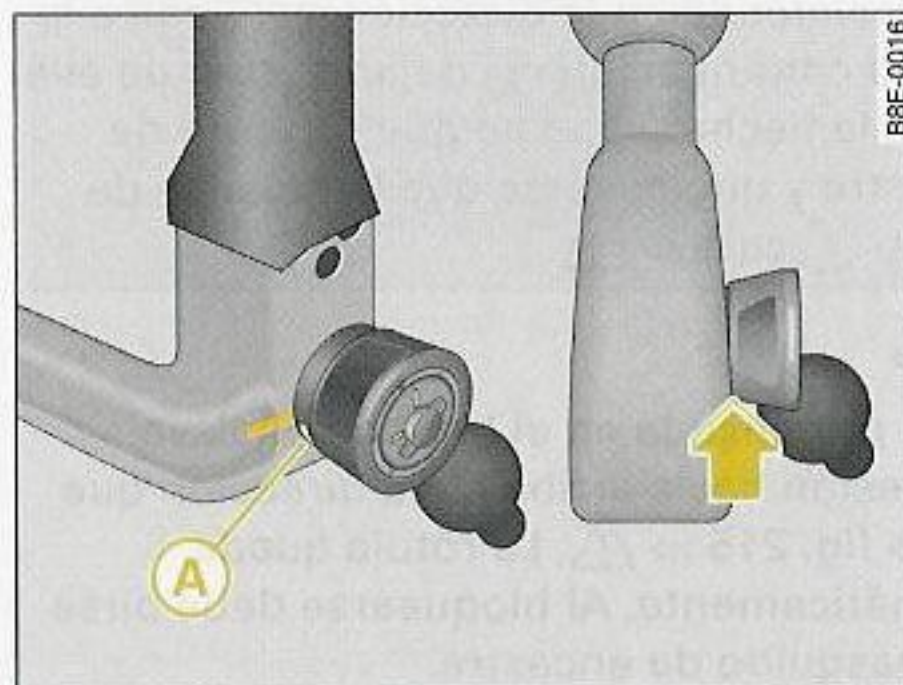

Fig. 216 Dispositivo desmontable para remolque: Comprobación de seguridad
- Compruebe si la marca verde (A) ⇒ fig. 216 de la rueda moleteada se encuentra en la zona negra de la rótula.